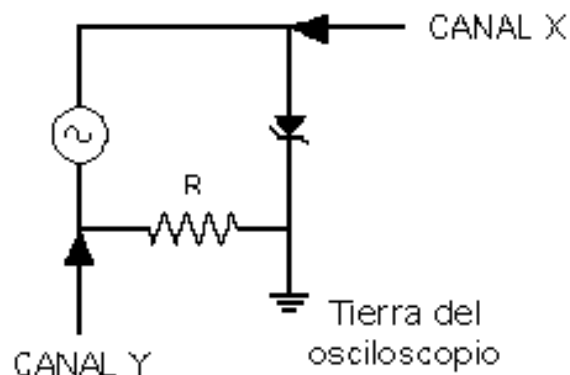

Figura 6.1. Circuito para observar la característica corriente-voltaje del diodo zener
a) Dado el circuito mostrado en la Figura 6.1, las especificaciones del dispositivo a su disposición y las indicaciones dadas por su profesor, determine el valor de la resistencia R y el valor pico de la amplitud que puede tener la señal producida por el generador para observar en el osciloscopio la característica  $i$  vs.  $v$  de este dispositivo.
b) Haga un diagrama de la señal que Ud. espera ver en la pantalla del osciloscopio, si las conexiones se realizan exactamente en la forma indicada en la Figura 6.1.
4.- Monte el circuito de la Figura 6.1 y obtenga en la pantalla del osciloscopio la curva característica de este dispositivo. Haga un diagrama en papel milimetrado. Si su osciloscopio tiene la posibilidad de invertir uno de los canales, obtenga la curva característica con la misma orientación que las curvas características estándar de los manuales y libros de texto y dibújela en el papel milimetrado. Identifique voltajes y corrientes clave en las curvas dibujadas.